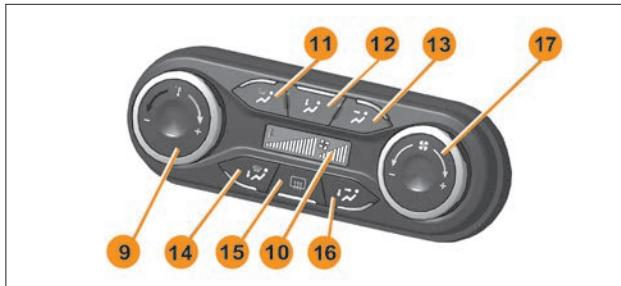

Рис. 4. Блок управления системой вентиляции и отопления
- 9** – левый поворотный переключатель (управление температурой подаваемого воздуха), см. рис. 4, 5, 6.
Поворот соответствующих рукояток **9** и **17** против часовой стрелки от положения, соответствующего максимуму заданной температуры и скорости вентилятора, приводит к уменьшению соответственно задаваемой температуры воздуха в салоне и скорости вентилятора, что сопровождается поочередным деактивированием уменьшающихся вертикальных «столбиков» соответственно в правой и левой зоне информационного табло; **11** – кнопочный переключатель режима обогрева (обдува) ветрового и боковых стекол (рис. 4, 5);
**12** – кнопочный переключатель режима обогрева ног (рис. 4, 5); **13** – кнопочный переключатель режима «вентиляция салона»; **14** – кнопочный переключатель промежуточного режима «на стекло – в ноги»;